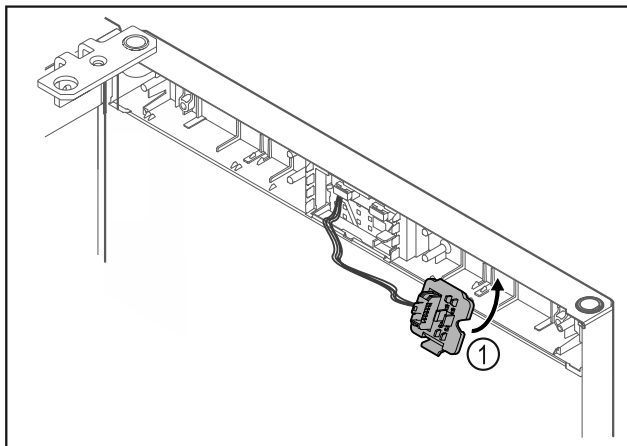

Fig. 21
- Uglavite držač utikača Fig. 21 (1) na suprotnu stranu.